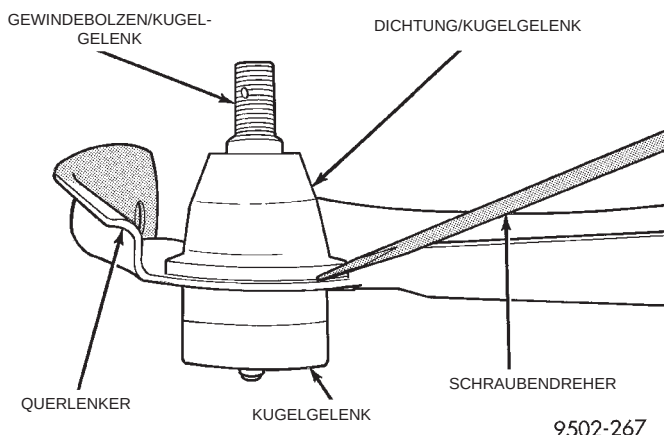

Abb. 113 Dichtung vom Kugelgelenk abhebeln
(1) Mit einem Schraubendreher oder einem geeigneten Werkzeug die Dichtung vom Kugelgelenk abhebeln (Abb. 113).